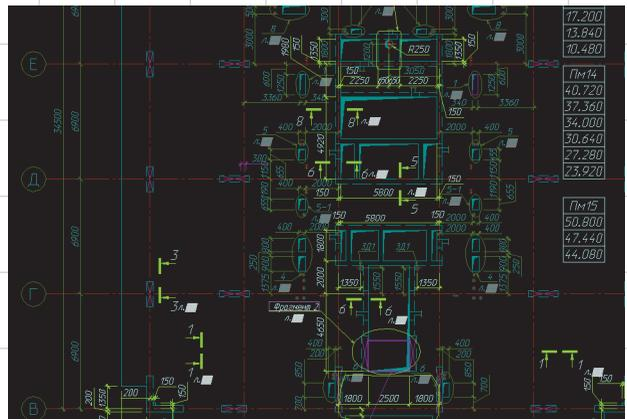

Рис. 2
На рис. 2 изображен уже фрагмент опалубки плиты. Напомним, что притушенные цвета — это примитивы внешней ссылки. Как видите, большая часть опалубки — получена из схемы расположения конструкции. Собственно, это одна из причин, почему мы такое внимание уделяли стандарту слоев и созданию хорошо структурированных чертежей КЖ 1.1. Для получения такого результата необходимо:
- скрыть ненужные детали объектов, например на рис. 2 можно